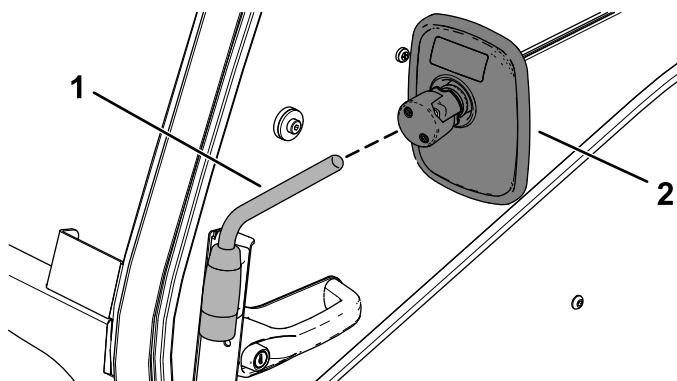

Figur 5
7. Monter spejlarmen i spejlbeslagets øverste huller med to flangehovedskruer (6 x 16 mm) som vist i Figur 5.